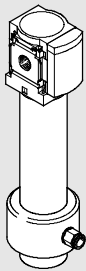

Fig. 3
- Skruva in kopplingarna i de pneumatiska anslutningarna och använd lämpligt tätningsmaterial. Vid användning av spolluftssamlingsringen för samling av spolluft (endast MS...-LDM1-...-PAC, se Bild 3):